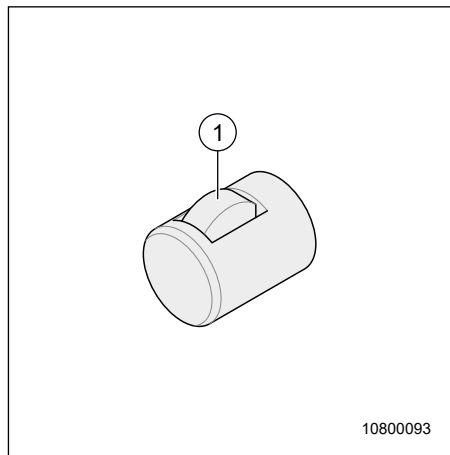

Fig. 74 Poignée-bouton
- Tenir la poignée-bouton tout en poussant l'entretoise (Fig. 74, pos. 1) vers le bas. Ouvrir resp. fermer la porte du meuble